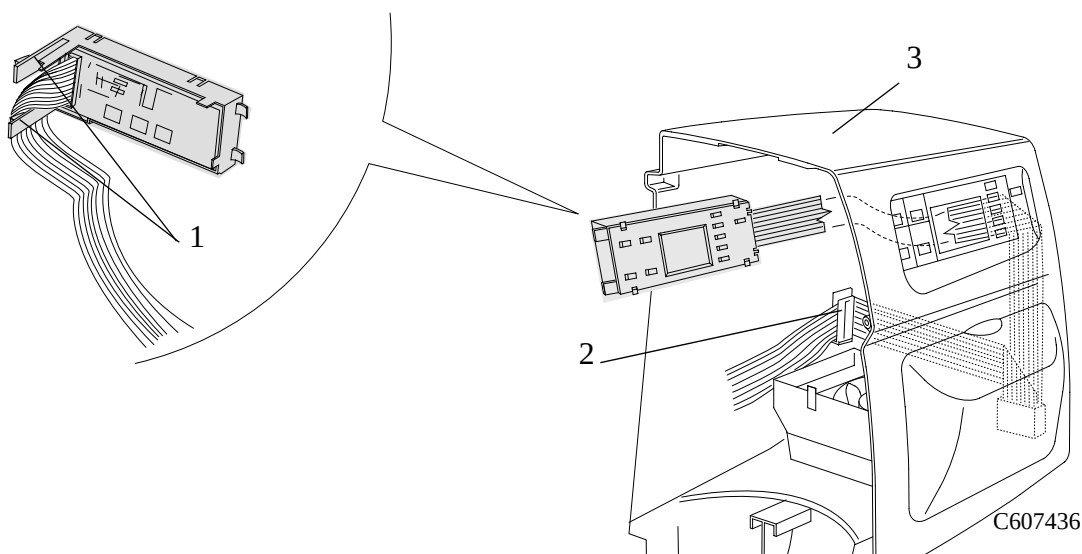

図 2: フロントパネル
- 2 右側カバー (部品3) の内側の固定クリップ (部品1) とケーブル クランプ (部品2) をゆるめると、フロントパネルアセンブリとフロントパネルアセンブリ ケーブルを取り外すことができます (図2参照)。